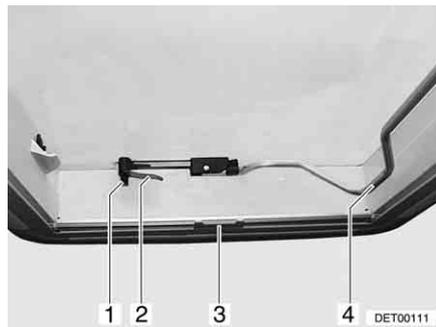
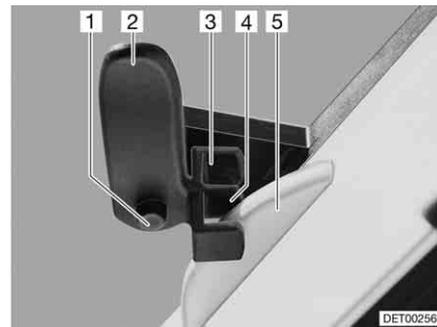

Fig. 57 Oblò Heki, chiuso
Fig. 58 Oblò Heki in posizione di ricircolo d'aria 1
- Premere il bottone di sicurezza (Fig. 57,1) e ruotare di un quarto di giro verso l'interno la leva di serraggio (Fig. 57,2).
- Tirare la staffa (Fig. 57,4) verso il basso per sbloccarla dall'arresto.
- Ruotare la leva di serraggio (Fig. 57,2 e Fig. 58,2) di un quarto di giro. Il nasello del serraggio del tetto (Fig. 58,5) deve innestarsi nella forchetta di serraggio superiore (Fig. 58,3).
- Premere il bottone di sicurezza (Fig. 58,1) e girare all'indietro la leva di serraggio (Fig. 58,2). Il nasello del serraggio del tetto (Fig. 58,5) deve innestarsi nella forchetta di serraggio inferiore (Fig. 58,4).